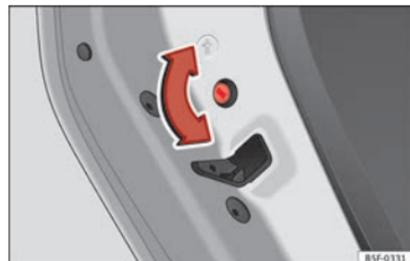

Fig. 136 Seguro para niños de la puerta izquierda.
las puertas izquierdas »» fig. 136 y en sentido anti-horario para las puertas derechas.
- Con la puerta abierta, gire la ranura con la llave del vehículo en sentido anti-horario para las puertas izquierdas »» fig. 136 y en sentido horario para las puertas derechas.